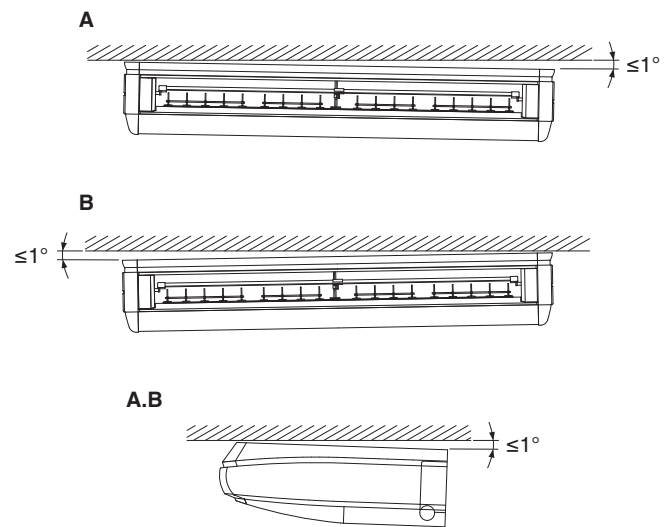

Abb. 12
- Verwenden Sie beim Aufhängen des Innenaggregats eine Wasserwaage, um für eine bessere Entwässerung zu sorgen, und installieren Sie das Gerät waagrecht. Wenn es der Einbauort zulässt, installieren Sie das Gerät auch so, dass die Abflussleitung etwas niedriger liegt. (Siehe Abb. 12)**